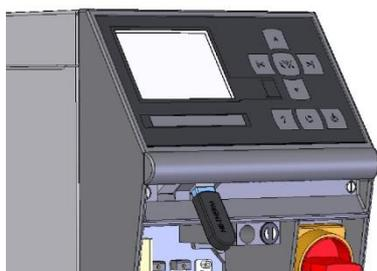

Fig. 53: Ligar o dispositivo USB
2. Ligar o dispositivo USB (Fig. 53).